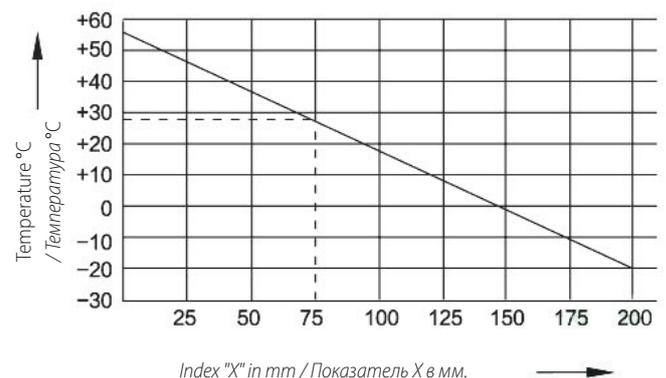

Fig.1
1. For conductor rail length exceeding 200 m. The maximum distance between the two reference points, between which the telescope section is located, is 100 m (see Figure 1).
1. В случаях, когда длина рельс свыше 200 метров. Максимальное расстояние между двумя опорными точками, между которыми находится раздвижной участок, составляет 100 м. (сравн. рис. 1).